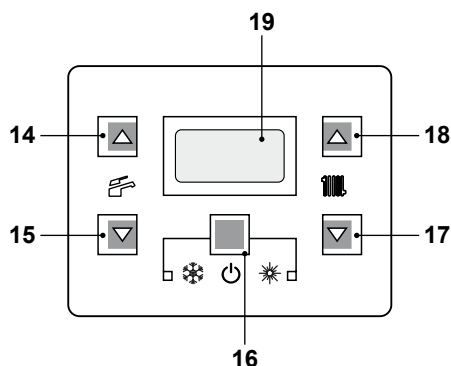

Figura 6.6
- Mantenga pulsado durante 2 segundos el botón 16 hasta que aparezcan en la pantalla los símbolos  y  (Figura 6.6).
- Apague la caldera manteniendo pulsado durante 2 segundos el botón 16 (Figura 6.6)hasta que aparezca en la pantalla LCD el símbolo  (Figura 6.5).